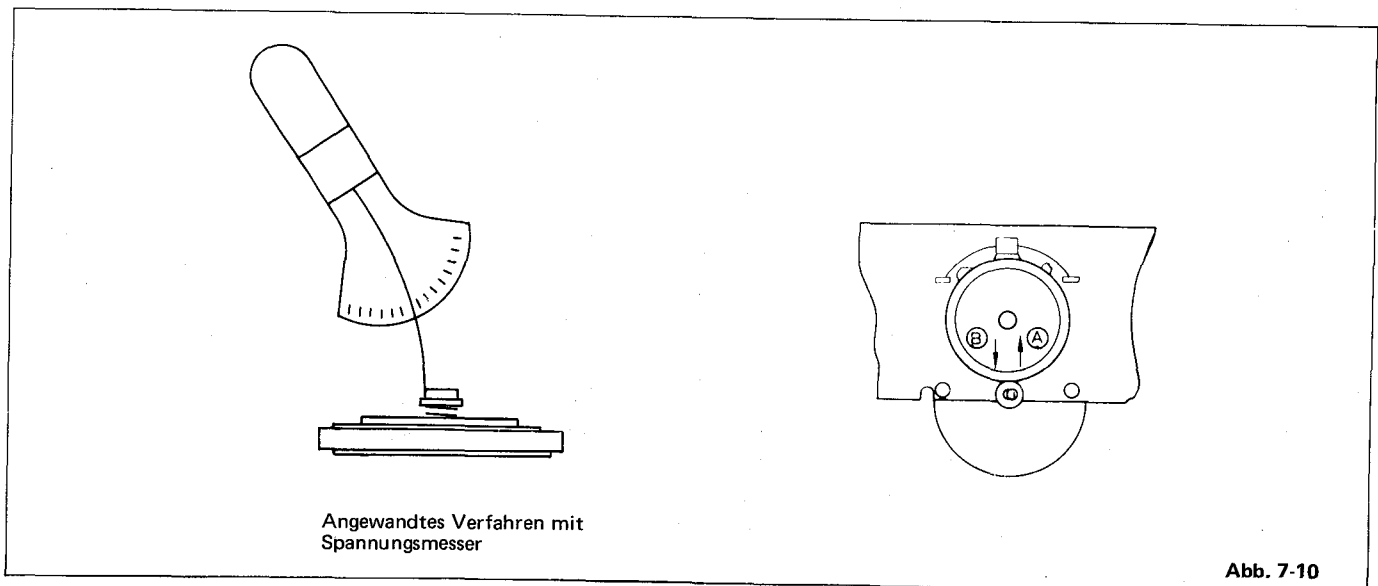

Abb. 7-10
- 2) Wie aus Abb. 7-10 ersichtlich, bewegt man die Spulenzwischenrolle zur Mitte hin.
- 3) Die Spulenzwischenrolle wie Abb. 7-10 gezeigt mit dem Spannungsmesser in Pfeilrichtung (A) drücken, bis sie von der Spulenmotor-Rillenscheibe getrennt ist.
- 4) Wie aus Abb. 7-10 ersichtlich, die Spulenzwischenrolle wieder langsam in Pfeilrichtung (B) zurückgehen lassen und überprüfen, ob der Wert des Spannungsmessers in dem Moment, wenn die Spulenzwischenrolle die Spulenmotor-Rillenscheibe berührt, sich innerhalb des Bereichs 55 bis 75g befindet.